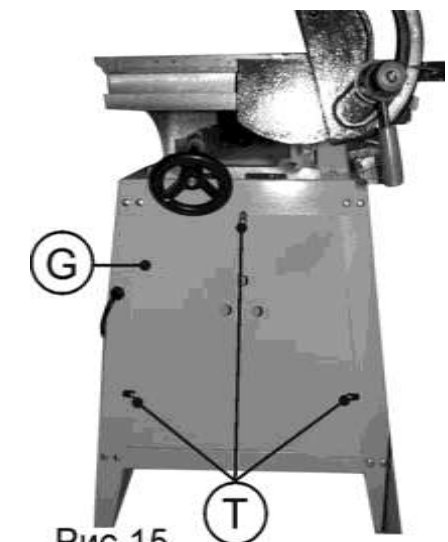

Рис.15
- 8.8.6. Установите правую боковую панель (G), как показано на Рис. 15, при помощи трех фиксаторов (T), придерживая ее тремя пальцами через отверстия в панели.